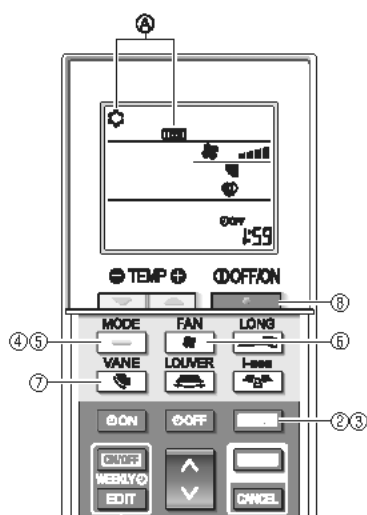

Fig. 8-5
- ① Slå på strömmen minst 12 timmar innan du startar köringen.
- ② Håll knappen [] intryckt i 5 sekunder. (Fig. 8-5)
- ③ Tryck på knappen [].
- ④ [TEST] och aktuellt driftläge visas. (Fig. 8-5)
- ⑤ Tryck på knappen [] för att aktivera kyläge och kontrollera att det blåser kall luft från enheten.
- ⑥ Tryck på knappen [] för att aktivera värmeläge och kontrollera att det blåser varm luft från enheten.
- ⑦ Tryck på knappen [] och kontrollera att fläktvarvtalet ändras.
- ⑧ Tryck på knappen [] och kontrollera att den automatiska rörelsen på lamellerna fungerar.
- ⑨ Tryck på [] när du vill stoppa provkörningen.